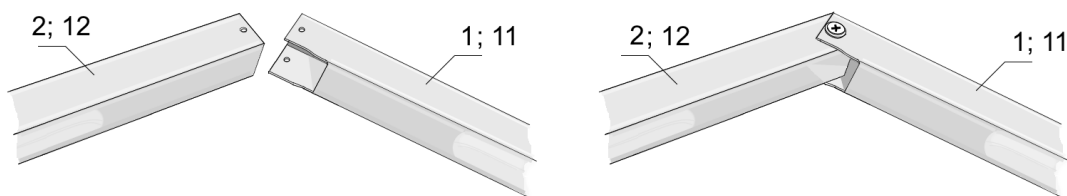

Рис. 7
3.1.4. Соедините концы дуг №1 и №2 (рис. 7).
3.3.3. Соедините концы дуг №11 и №12 (рис. 7). На концах дуг №13 закрепите опоры №36. *Перед креплением каркаса теплицы к деревянному каркасу из бруса 100x150мм опоры отсоедините.*